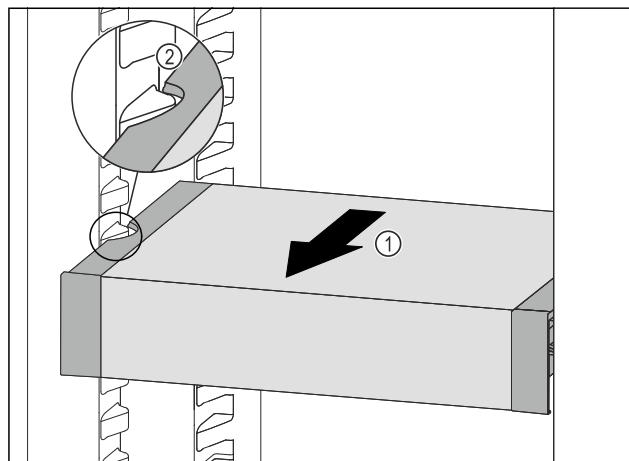

Fig. 108
- Tõmmake VarioSafe'i ettepoole Fig. 108 (1), kuni VarioSafe'i külgmised väljalõiked asuvad jahutusosas anuma-riibi kõrgusel. Fig. 108 (2)